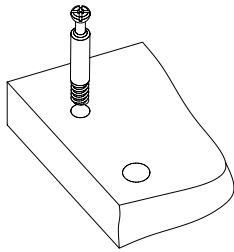
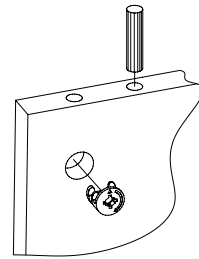

Рис.2
Рис.3
3. Вкрутить шпильки минификсов в соответствующие плоскостные отверстия задней стенки 3 и фасада 6 (Рис. 2). Вставить головки минификсов в соответствующие плоскостные отверстия боковины 4, в соответствующие торцевые отверстия вбить шканты (Рис. 3).